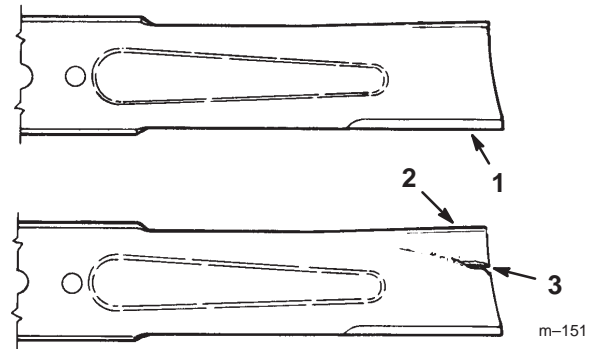

Figure 29
1. Inspectez les tranchants des lames (Fig. 29). Si les lames ne sont pas tranchantes ou si elles présentent des indentations, déposez-les et aiguisiez-les (voir Aiguisage des lames, page 30).
2. Inspectez les lames, surtout la partie incurvée (Fig. 29). Remplacez immédiatement toute lame endommagée, usée ou qui présente une entaille (repère 3 de la Fig. 29).